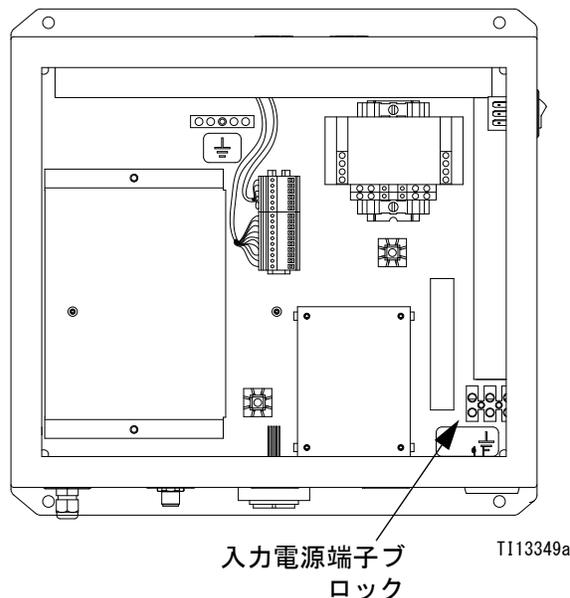

図 17. 主電源接続
- EasyKey 内部の L1、N、接地配線の接続については、図 17 と **システムの電気回路図**、44 ページおよび **図 17** を参照してください。